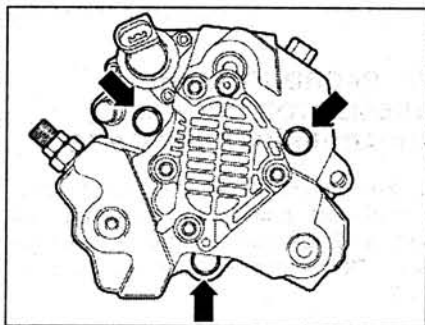

Рис. 3.57. Отсоедините ТНВД от фланца, открутив болты крепления (стрелки).
4. Отсоедините ТНВД от фланца, открутив болты крепления (стрелки) (рис. 3.57).